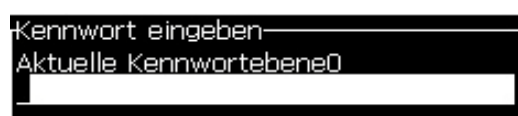

Abbildung 4-3: Ebene 0 Kennwort
- 2 Drücken Sie die Tasten *Alt + w*. Wählen Sie die Option *Enter Password (Kennwort eingeben)* (siehe Abbildung 4-2) und drücken Sie die Taste *Enter*. Der Bildschirm *Enter Password (Kennwort eingeben)* erscheint (siehe Abbildung 4-3).